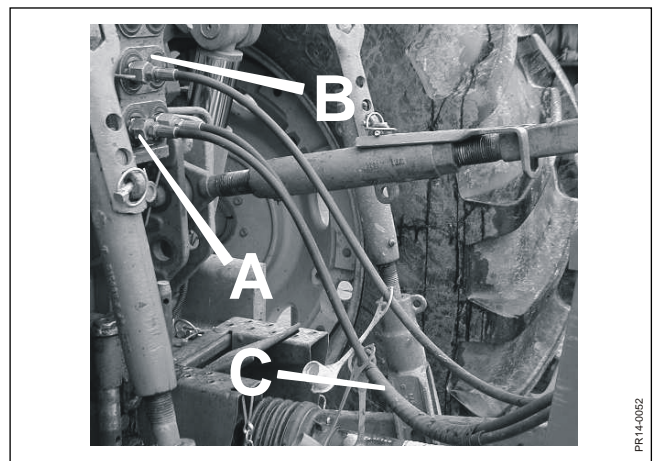

Fig. 2-4
**Fig. 2-4** Connettere I tubi idraulici all'uscita doppio effetto **A** e a quella effetto semplice **B** sul trattore. I due tubi legati insieme **C** sono quelli che devono essere collegati al distributore a doppio effetto. Mettere la macchina in posizione di lavoro alzando prima i bracci di sollevamento, poi attivando il sistema doppio effetto e, allo stesso tempo, tenere aperto il semplice effetto per permettere il ritorno.